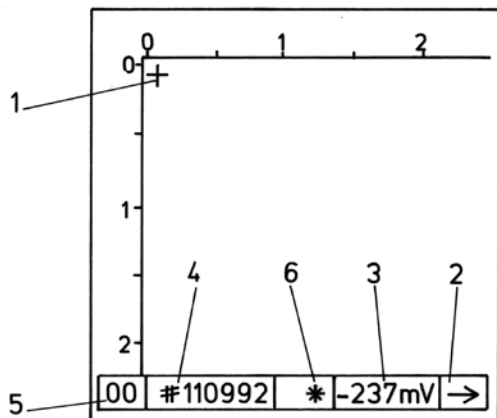

Fig. 4.1 Pagina con un reticolo di 150/150 mm.
Il cursore inizia nell'angolo in alto a sinistra del reticolo XY (fig. 4.1). Questo indica il punto in cui sarà archiviata la prima misura, quindi è importante prendere la prima misura nel punto corrispondente sul calcestruzzo.
- Procedere ora muovendo l'elettrodo a ruota in direzione Y (verso il basso), come indicato dalla freccia di direzione (campo 2 nella fig. 4.1). Le letture vengono automaticamente acquisite negli spazi delle file preselezionati.
- Nel corso di tali interruzioni, il valore misurato è indicato nella fila di stato. (Campo 3 nella fig. 4.1)